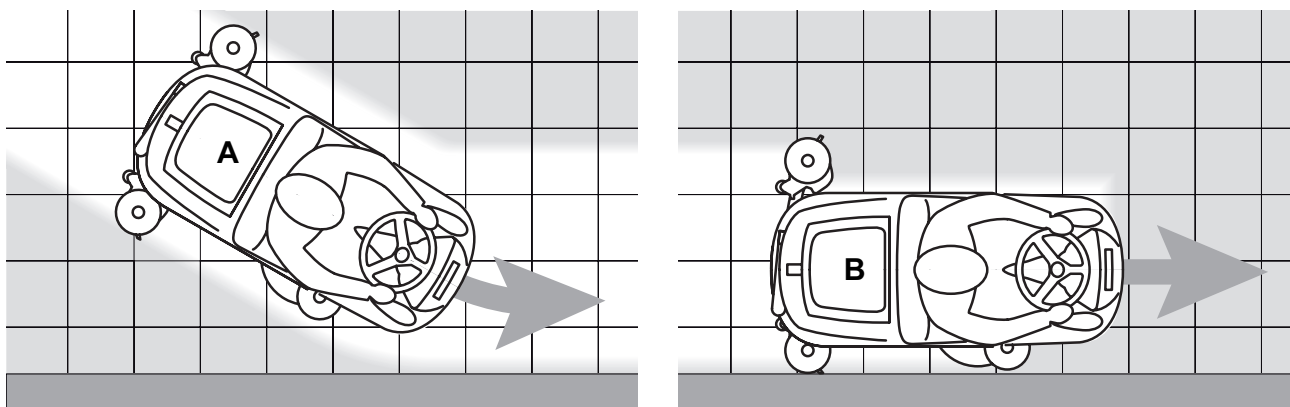

Figura 4
*Para un correcto lavado/secamiento de los suelos en los bordes de las paredes, Clarke sugiere acercarse con el lado derecho de la máquina como indicado en la figura 4.*